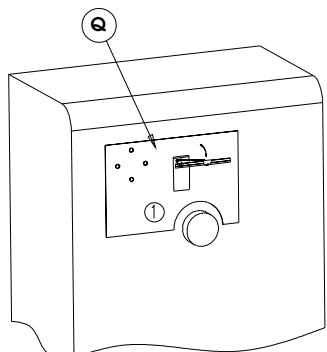

Fig.8
- 9) In base all'apertura della sbarra posizionare la dima **Q** sul cofano Fig.8. Tracciare e forare con una punta Ø5.5.
- 9) According to the beam opening, locate template **Q** on the housing, Fig.8. Mark and drill through with a Ø5.5 bit.
- 9) Suivant l'ouverture de la lisse, positionner le gabarit **Q** sur le coffret Fig.8. Tracer et percer avec un foret Ø5,5.
- 10) Je nach der Öffnung des Balkens die Schablone **Q** auf dem Gehäuse positionieren, Abb. 8. Ankörnen und mit einer Spitzbohrung Ø 5,5 bohren.